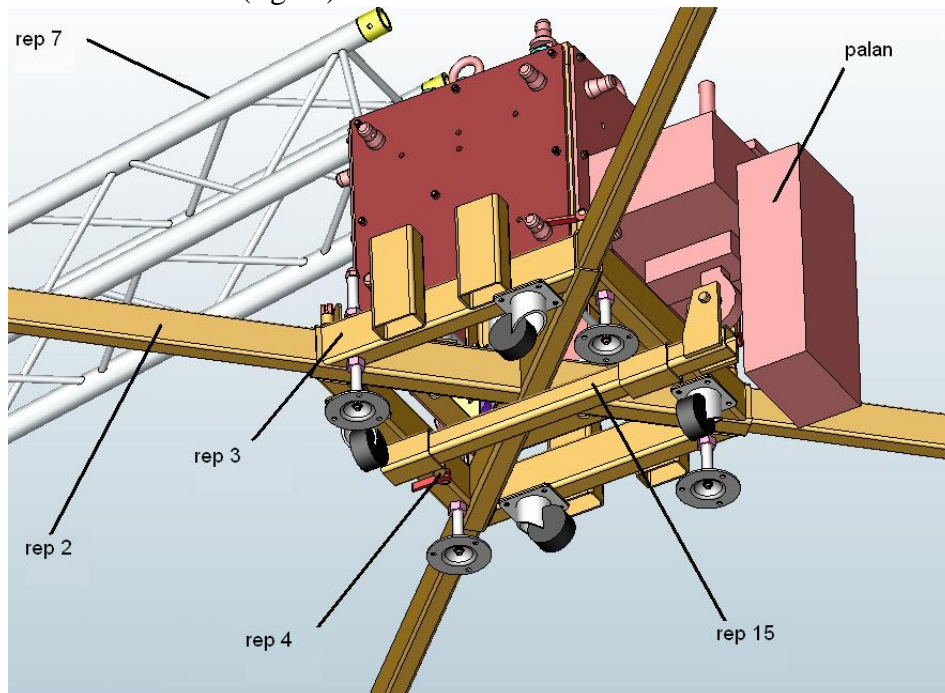

fig.13
a) Assembler le support du palan (rep 15) sous le châssis en le plaçant dans le trou prévu à cet effet (fig.13).
b) Verrouiller le support du palan (rep 15) sous le châssis (rep 3) à l'aide de l'index à ressort placé sous le châssis (fig.13)